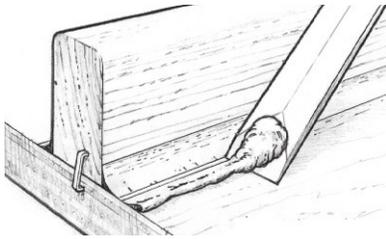

Figura 14 Limpie el exceso de epoxico fuera del margen del filete.
3. Limpie el exceso de material restante fuera del margen usando una varilla mezcladora o una espátula (Figura 14). Se puede aplicar tela o cinta de fibra de vidrio sobre el área del filete antes de que el filete se haya curado (o después de que el filete se haya curado y lijado).